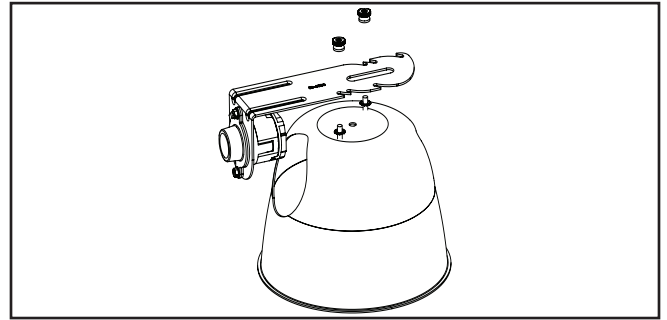

Figure 3.
1. Fixez la garniture à l'assemblage de la douille à l'aide d'écrous à serrage à main (2). La rondelle frein doit être placée entre le réflecteur et l'assemblage de la douille. (Figure 3.)